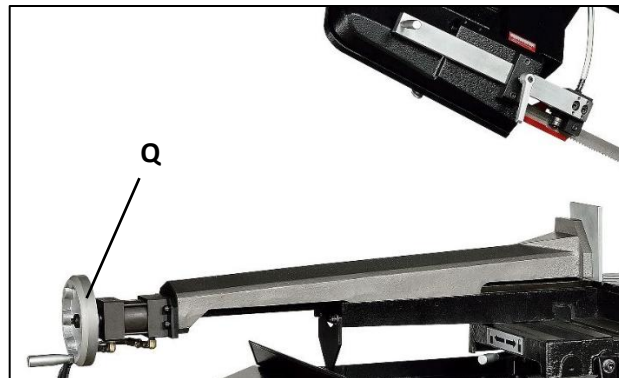

Figure 7-5 : Fonctionnement de l'étau
2. Sélectionnez le mode de fonctionnement manuel : tournez le commutateur (M) vers la gauche.
3. Utilisez le commutateur (J) pour lever la scie à archet.
4. Utilisez le commutateur (K) pour ouvrir l'étau avec le cylindre hydraulique.
5. Tournez la roue manuelle (Q, Fig 7-5) pour ouvrir l'étau à la main.